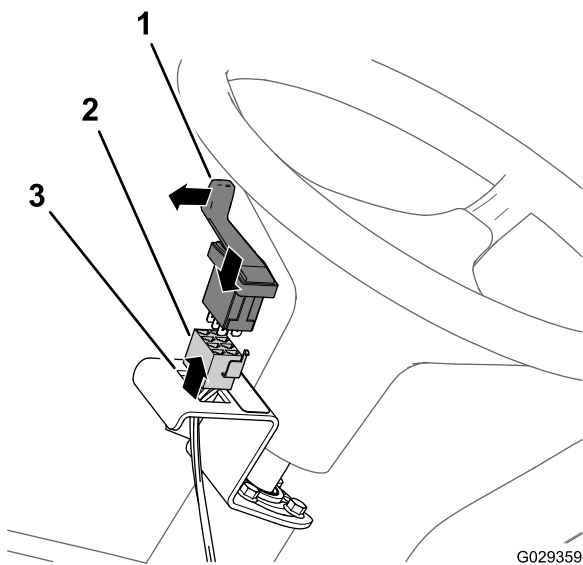

Figura 26
4. Monte el interruptor en el soporte y presiónelo hasta que se ajuste firmemente en la abertura (Figura 26).